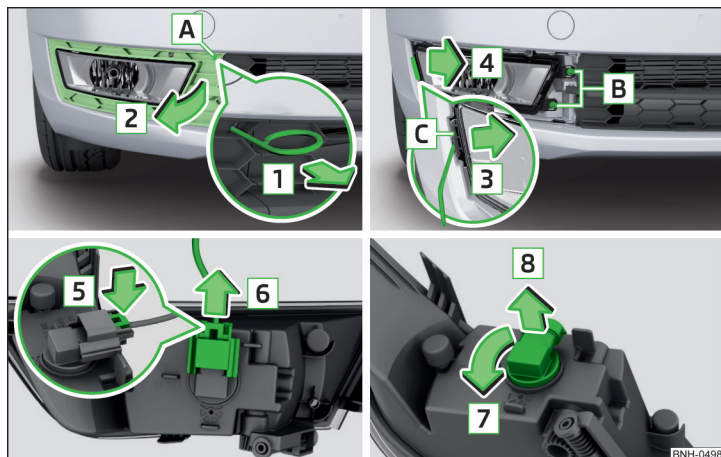

Fig. 195 Demontarea farului de ceață / înlocuirea becului
- Introduceți brida pentru extragerea capacelor integrale de roată în degajarea **A** » fig. 195.
- Prin tragerea cârligului în sensul săgeții **1**, scoateți grila de protecție în sensul săgeții **2** » fig. 195.
- Comprimați elementul de blocare de pe conector în sensul săgeții **5** » fig. 195.
- Introduceți farul de ceață în sens contrar săgeții **4** » fig. 195 și înșurubați-l.